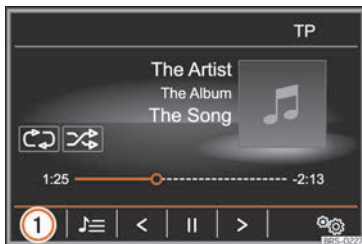

Fig. 211 Menu principal MEDIA.
- Cliquez sur la touche principale de la fonction MEDIA écran » » fig. 211 ① et sélectionnez **[BT Audio]**.